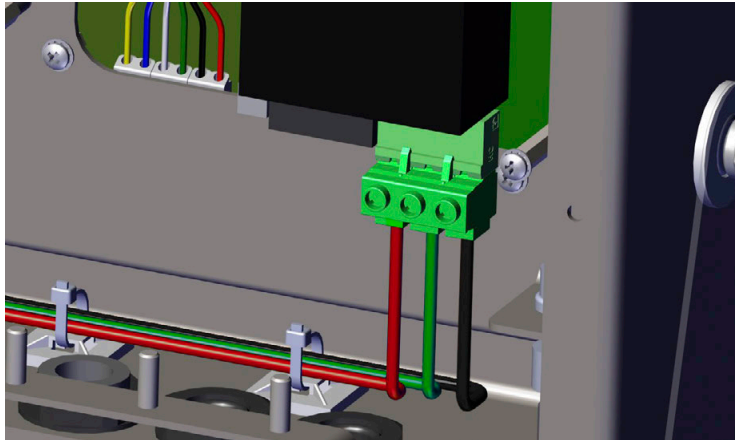

Figura 2-22. Conecte el cableado de CC
2. Tienda los tres hilos hacia abajo por la parte posterior del visor y conéctelos al enchufe de tres clavijas (n.º ref. 15888) que se conecta a la placa de alimentación. Consulte la Figura 2-22 y la Tabla 2-3 en la página 23.